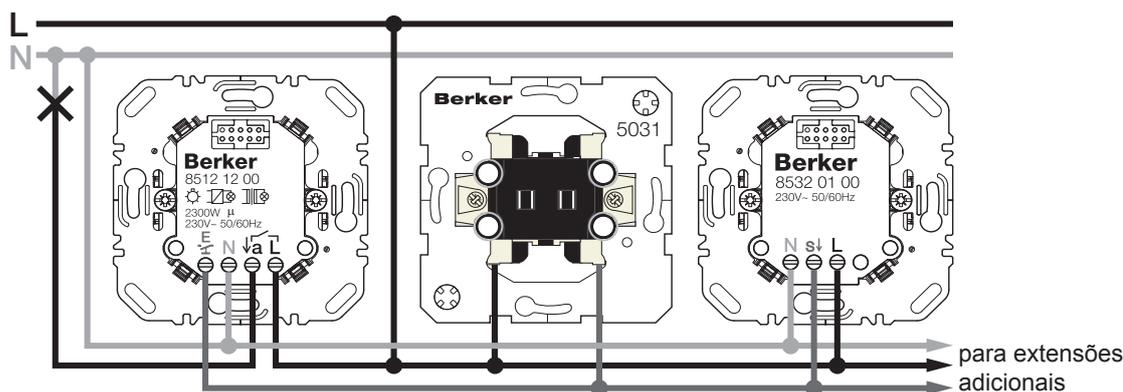

Figura 3: Esquema de ligação com extensões
- Ligar o módulo de potência para comutação e, opcionalmente as extensões de acordo com o diagrama de ligações (figura 3 ou 4).